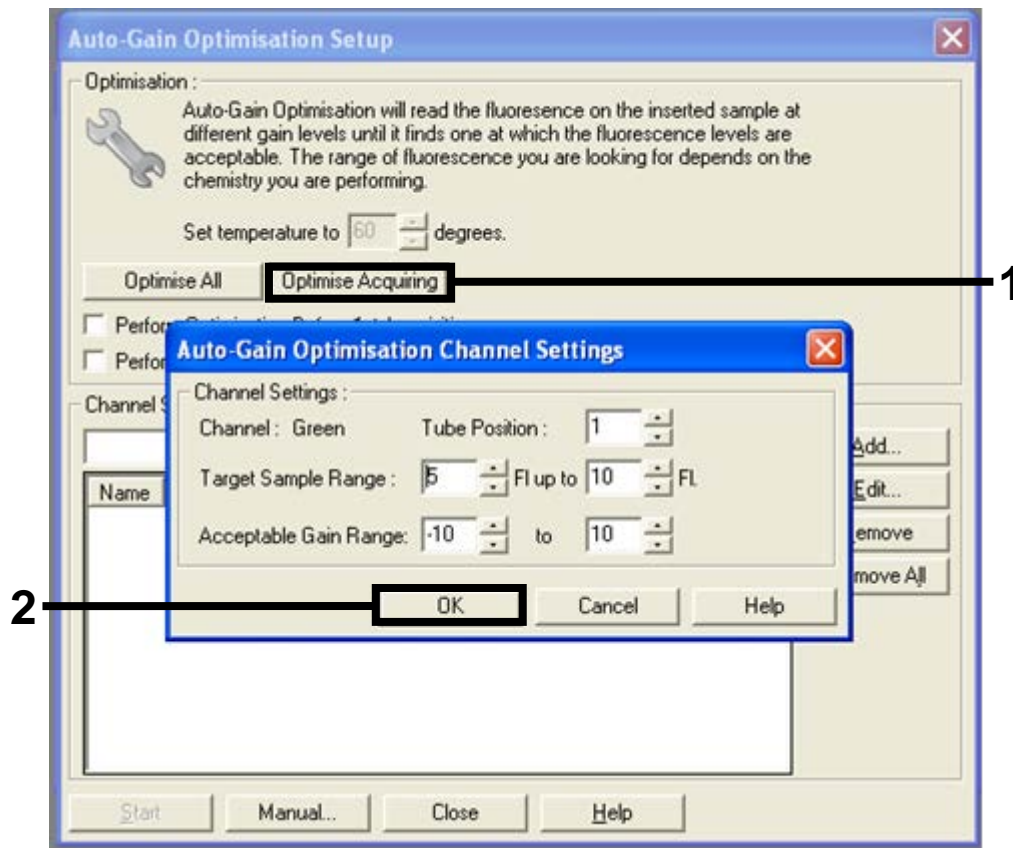

Bild 31. Automatisk nivåoptimering för den gröna kanalen. (1 = "knappen "Optimise Acquiring" [Optimera hämtning], 2 = knappen "OK".)
13. Klicka på knappen "Optimise Acquiring" [Optimera hämtning]. Kanalinställningarna för varje kanal visas. Godkänn dessa standardvärden genom att klicka på "OK" för båda kanalerna (bild 31).